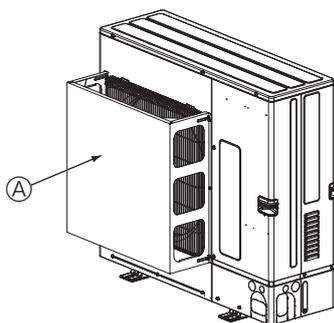

Fig. 2-5
- ② Monter en luftkanal (ekstrautstyr) hvis enheten monteres på et sted der sterk vind fra en orkan osv. kan komme direkte inn i luftløpet. (Fig. 2-5)